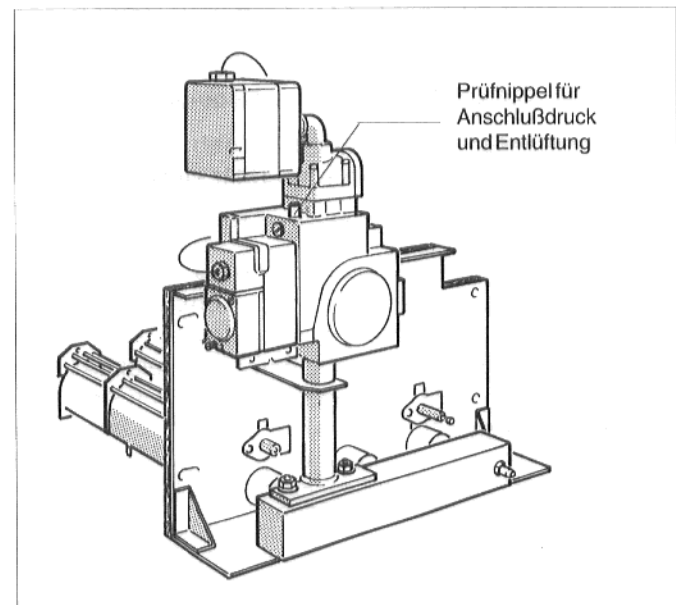

Abb. 2: Gasbrenner G_224 L mit "Honeywell" VR 4905
- Gaszuleitung entlüften: Verschlußschraube des Prüfnippels für Anschlußdruck und Entlüftung an der Gasbrennerarmatur (Abb. 2 und 3) etwas herausdrehen. Wenn keine Luft mehr vorhanden ist, Verschlußschraube des Prüfnippels wieder schließen.